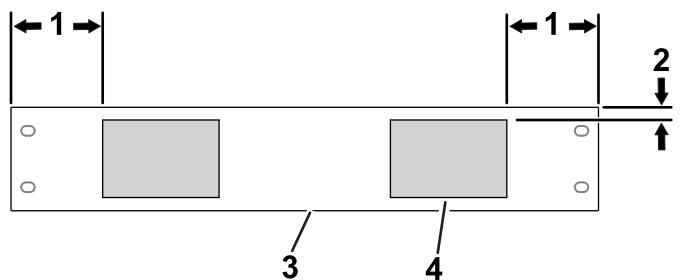

Figura 11
7. Instale as espumas almofadadas na tampa da bateria, como mostrado na Figura 11.